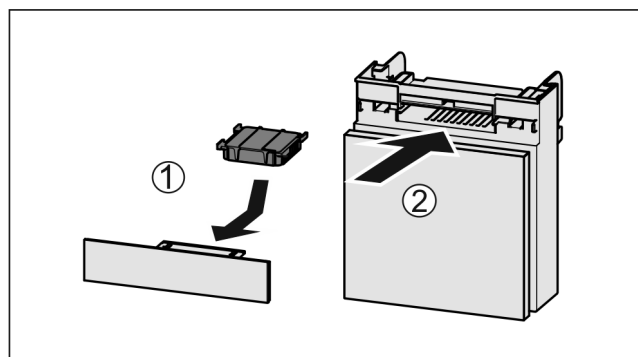

Fig. 49
- ▶ Установите фильтр с активированным углем, как показано на рисунке Fig. 49 (1).
- ▶ Вставьте отделение Fig. 49 (2).